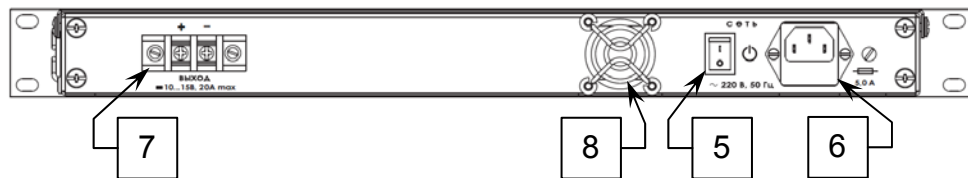

Рисунок 2 – задняя панель модуля
Модуль может работать как индивидуально, так и при параллельном включении нескольких (до трех) аналогичных модулей (см. рисунок 2) с равномерным распределением токов нагрузки между модулями для наращивания суммарной мощности системы электропитания.
На задней панели модуля (см. рисунок 2) размещены: выключатель сетевого напряжения (5), входной сетевой разъем (6), выходной разъем (7) и вентилятор охлаждения (8)
Регулировка напряжения на нагрузке производится кнопками «+» (3) и «-» (4). Диапазон регулировки от 10 до 15В. Для включения/выключения модуля используется выключатель (5) (см. рисунок 2).
- установить выключатель (5) в положение «ВЫКЛЮЧЕНО» (0);
- подключить кабель выходной к выходному разъему (7) модуля (см. рисунок 2);